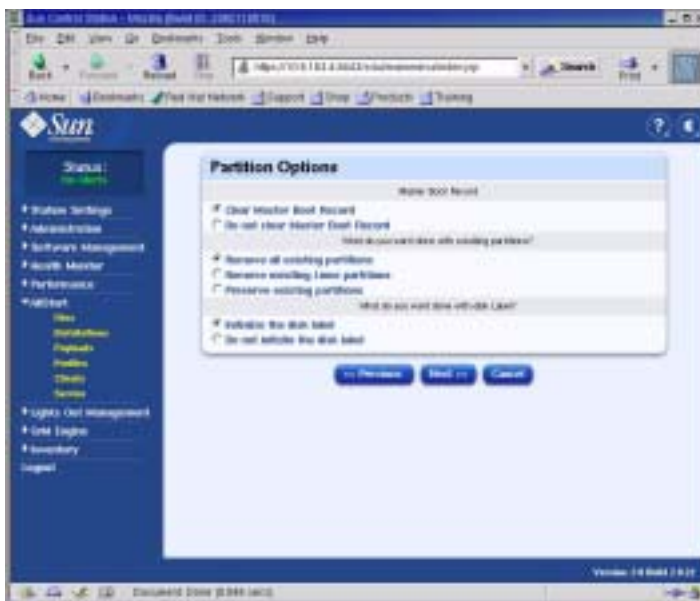

РИСУНОК 2-11 Окно параметров раздела (Partition Options) (профили AllStart)
c. В окне параметров раздела (Partition Options) убедитесь, что следующие обязательные параметры выбраны (см. пример на РИСУНОК 2-11). После окончания нажмите кнопку Next.